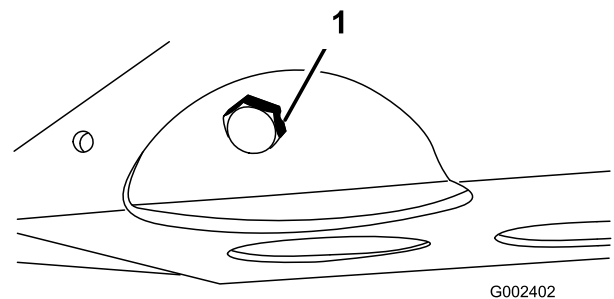

Figure 46
2. Retirez le bouchon de vidange et laissez couler l'huile dans un bac de vidange (Figure 46). Remettez le bouchon quand la vidange est terminée.